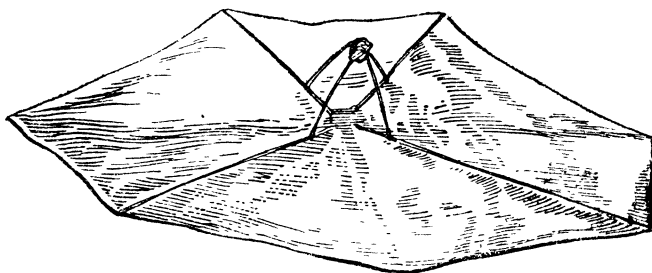

Рис. 171
**Вытяжной парашютик.** Вытяжной парашютик служит для ускорения вытягивания главного купола парашюта из ранца. Он сшит из шелковых полотнищ (рис. 171). С внутренней стороны парашютика имеется специальный пружинный механизм, который мгновенно раскры-